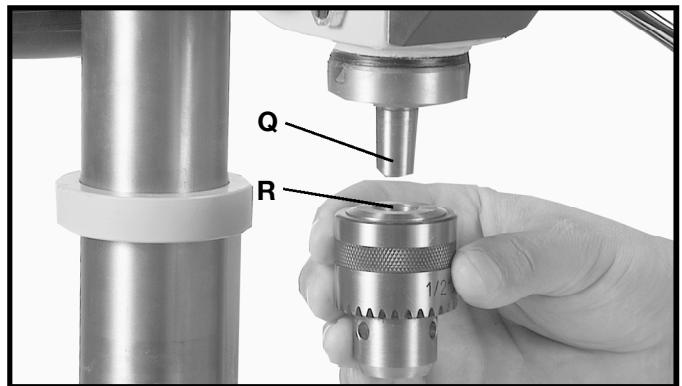

Fig. 15
10. IMPORTANTE: Asegúrese que el árbol cónico (Q) Fig. 15, y el agujero cónico (R) del mandrino estén limpios y libres de grasa, laca o revestimientos protectivos. **NOTA:** Los limpiadores de hornos domésticos pueden quitar eficazmente el revestimiento protector del árbol cónico y del mandrino. Sin embargo, obedezca cuidadosamente las reglas de seguridad del fabricante en cuanto a su uso.